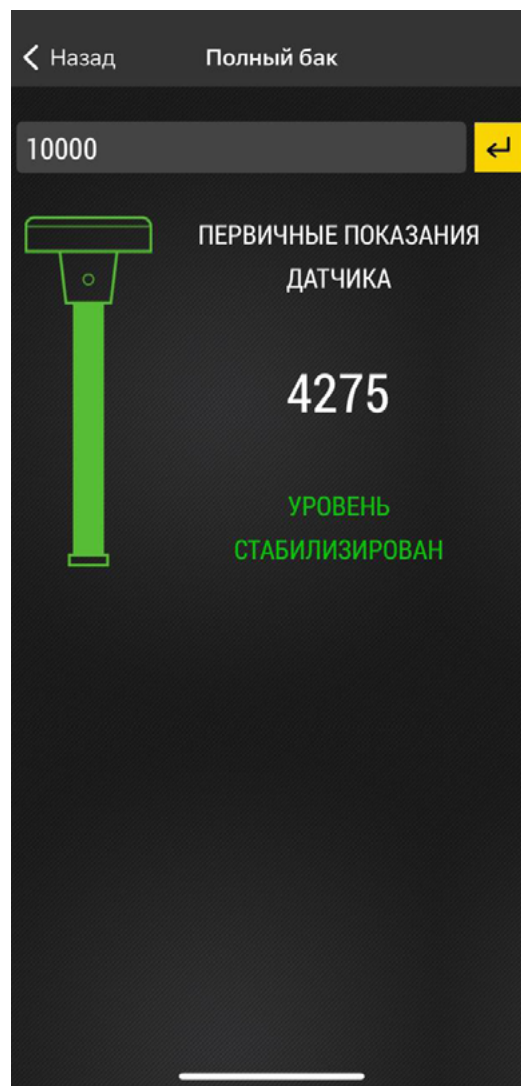

Рис.16. Стабильные показания уровня.
- Дождитесь стабилизации уровня – появится сообщение «Уровень стабилизирован», окрашенный в зеленый цвет (**Рис.16**).